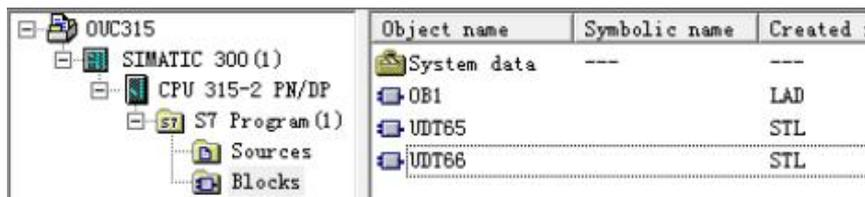

图 3-9 生成 UDT
3.9 点击 Next 完成配置，此时在项目中会自动生成 UDT65 和 UDT66，其中包含了连接参数和伙伴地址参数的信息，如图 3-9 所示。